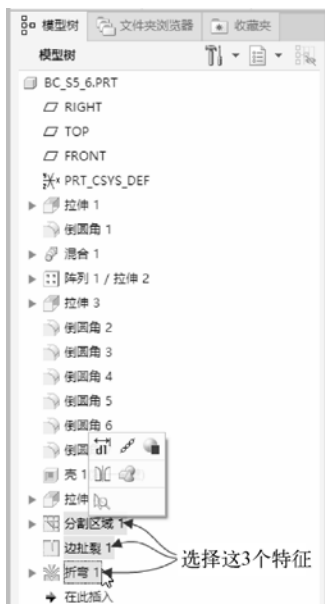
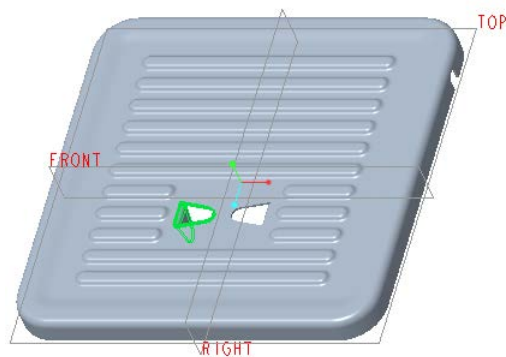

图 5-139 选择要镜像的 3 个特征
图 5-140 镜像结果
(1) 在模型树上选择“分割区域 1”特征,接着按住〈Ctrl〉键的同时选择“边扯裂 1”特征和“折弯 1”特征,如图 5-139 所示。
(2) 在浮动工具栏中单击 (镜像) 按钮,或者从功能区的“模型”选项卡中单击“编辑”→ (镜像) 按钮,打开“镜像”选项卡。
(3) 选择 RIGHT 基准平面作为镜像平面参考。
(4) 在“镜像”选项卡中单击 (完成) 按钮,镜像结果如图 5-140 所示。